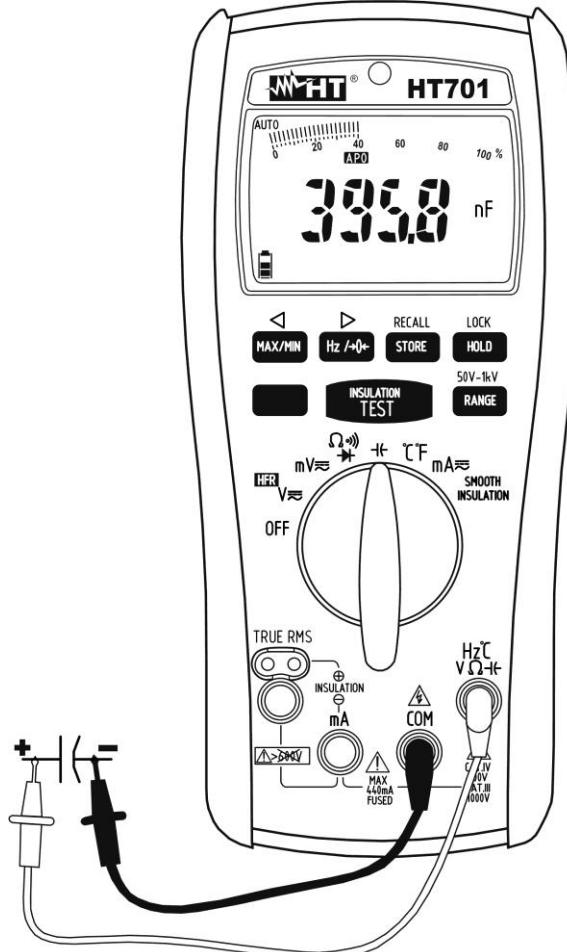

Abb. 8: Verwendung des Gerätes für Kapazitätssmessung
4. Verbinden Sie die rote Messleitung mit der **Hz°CVΩ-Hz** Eingangsbuchse, und die schwarze Messleitung mit der **COM** Eingangsbuchse (siehe Abb. 8)